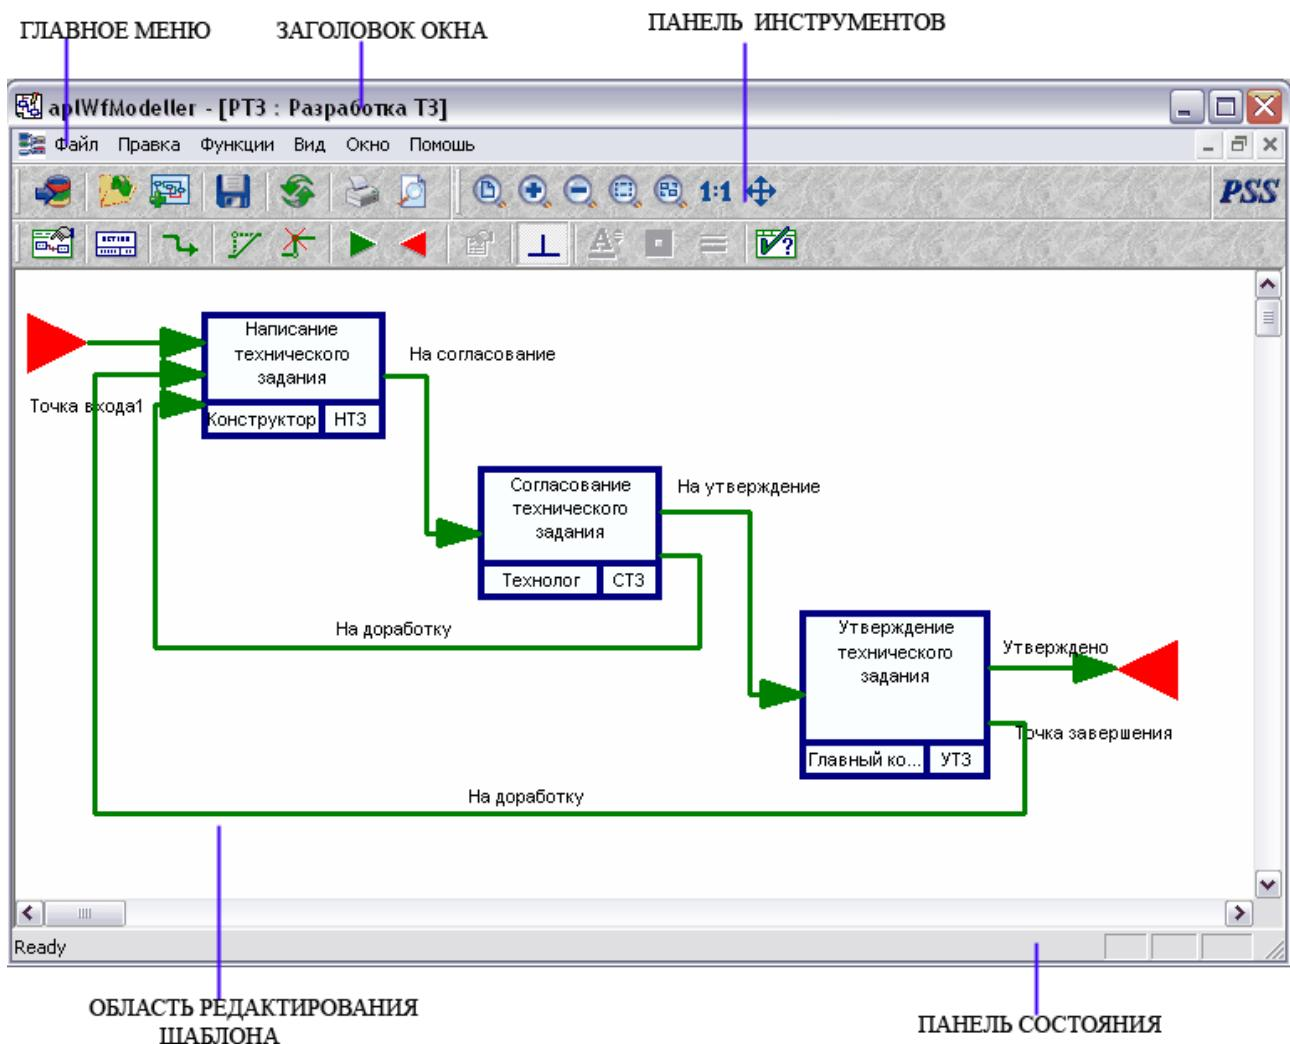

Рис. 2 Редактор шаблонов процессов
Графический интерфейс модуля **Редактор шаблонов процессов** состоит из следующих областей (Рис. 2):
После выполнения этих действий появится главное окно модуля Редактор шаблонов процессов (Рис. 2).
Рабочей областью модуля Редактор шаблонов процессов является область редактирования шаблона (Рис. 2). В этом окне редактируется структура шаблона процесса, которая состоит из следующих объектов:
2. Нажать кнопку  на панели инструментов в главном окне модуля (Рис. 2).